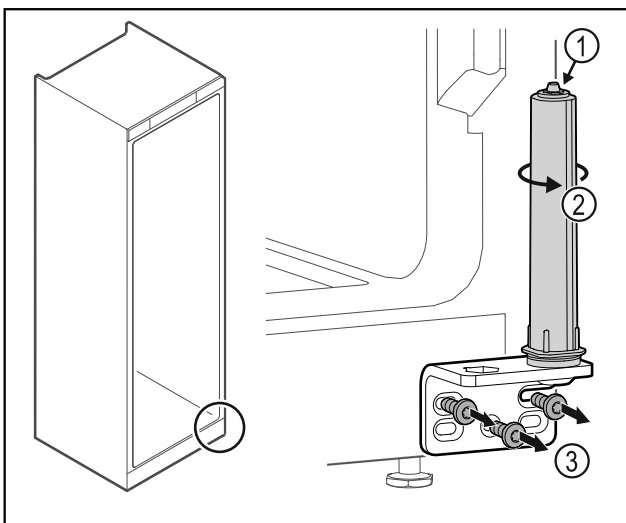

Fig. 33
▶ Не разбирайте систему закрытия двери Fig. 33 (1).
- ▶ Поворачивайте систему закрытия Fig. 33 (2) до щелчка.
- ▶ Отвинтите шарнирные уголки Fig. 33 (3).